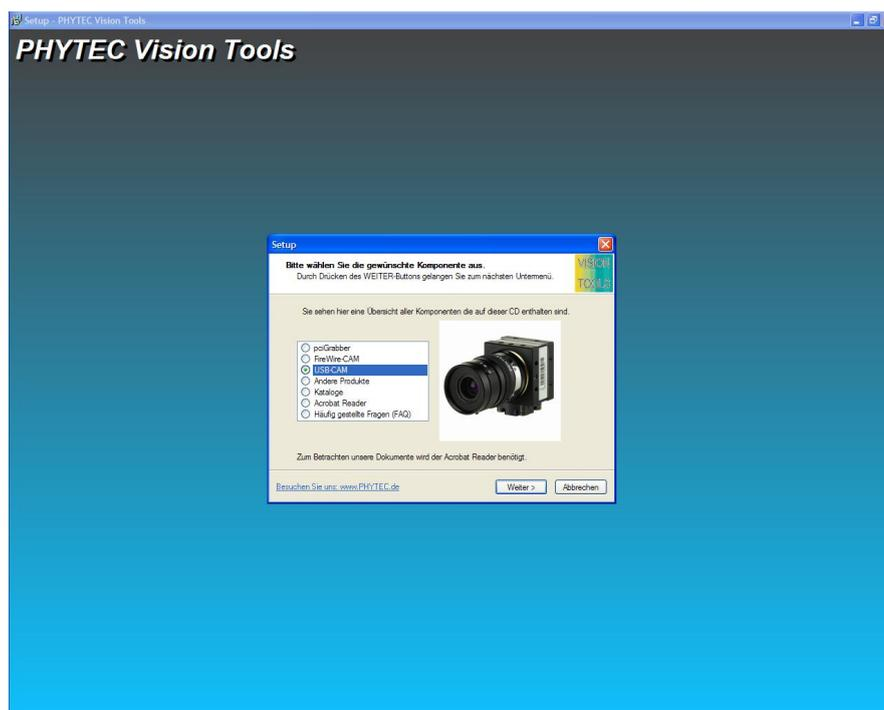

Bild 16: Titelm Menü der ‚Vision Tools‘ – CD
- Die CD startet normalerweise automatisch und das Titelm Menü *Bild 16* erscheint.